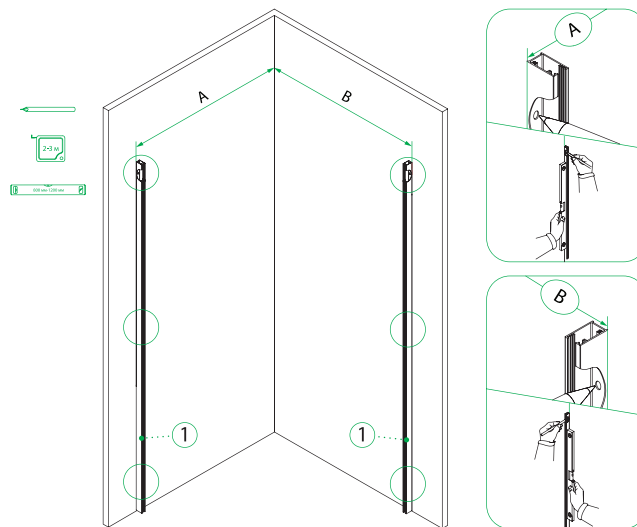

Рис. 5/5-сур.
2. Приложите пристенные профили (№1) к стене, выровняйте по уровню и произведите разметку отверстий для шурупов (№3, рис. 5).